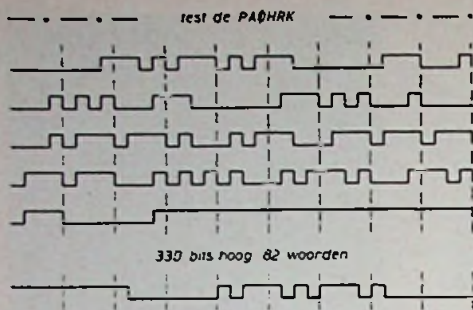

Fig. 2.
Schakelingen met een diodematrix worden meestal op een bepaalde manier gecodeerd om met zo weinig mogelijk matrix elementen toe te kunnen. Aangezien we hier 512 bits per bericht tot onze beschikking hebben, is terwille van de eenvoud een rechttoerechtaan codering te prefereren. Als morse-element kiezen we één bit. Dat kan hoog (1) zijn: een punt of laag (0): pauze tussen de tekens binnen één letter. Drie bits hoog achter elkaar: een streep, idem laag: pauze tussen de letters. Als woordspatie kan worden genomen: vijf of zeven bits laag. Hierover is helaas geen duidelijkheid te verkrijgen uit de literatuur. Kies dus wat het handigst uitkomt. Bij mij bedraagt de woordspatie zeven bits. Als voorbeeld volgen hier de twee berichten (fig. 2) die ik in mijn PROM heb laten programmeren: